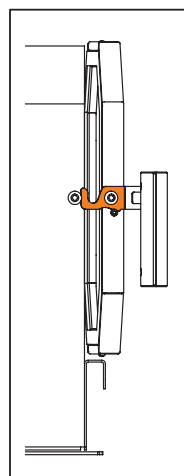

図6 燃烧室の扉の位置
- ・ 燃烧室ドアを常時少し開けたままにして焚いてください。慣らし焚きの際はドアを閉めてはいけません。(図6参照)